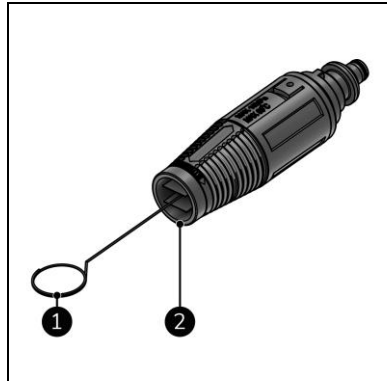
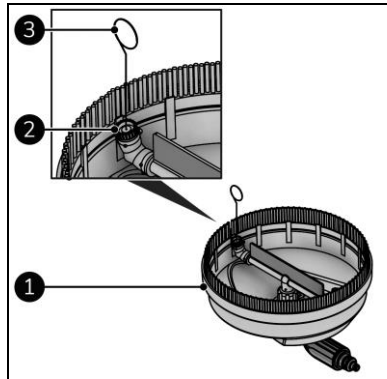

Abbildung 21
Abbildung 22
3. Ziehen Sie die Düse (Abbildung 21, Pos. 1) von der Verlängerungslanze (Abbildung 5, Pos. 2).
4. Reinigen Sie die Düse mit dem Reinigungsstift (Abbildung 21, Pos. 1).
3. Ziehen Sie den Bodenreiniger (Abbildung 22, Pos. 1) von der Verlängerungslanze (Abbildung 5, Pos. 1).
4. Reinigen Sie beide Düsen (Abbildung 22, Pos. 2) mit dem Reinigungsstift (Abbildung 21, Pos. 3).